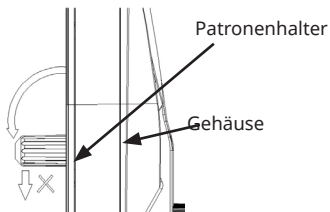
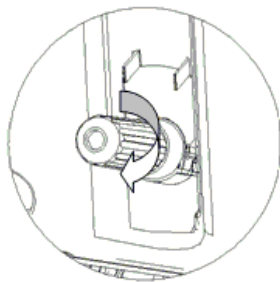

Abbildung 10
Abbildung 12
4. Stellen Sie sicher, dass der Druckregler auf der Oberseite des Deckels auf der Position „-“ steht. Drehen Sie den Patronenhalter in einem geeigneten Winkel von der oberen Abdeckung nach außen. Der Winkel sollte maximal 90 Grad betragen. Lösen Sie die CO₂-Patronenhalterung (siehe Abbildung 10). Führen Sie eine CO₂-Patrone in die Halterung ein und drehen Sie die Patrone schnell und vorsichtig fest (im Uhrzeigersinn fest, gegen den Uhrzeigersinn locker), bis Sie ein Klicken hören (Abbildung 12), was ein Zeichen dafür ist, dass der Verschluss durchstoßen wurde und das Kohlendioxid frei in das Fass fließt. Das Gasdruckventil wird dann nach oben gedreht und rastet in der oberen Abdeckung ein. Gehen Sie beim Ersetzen der Gaspatrone in umgekehrter Reihenfolge vor (vergessen Sie sich, dass die Gaspatrone beim Austausch bereits leer ist).